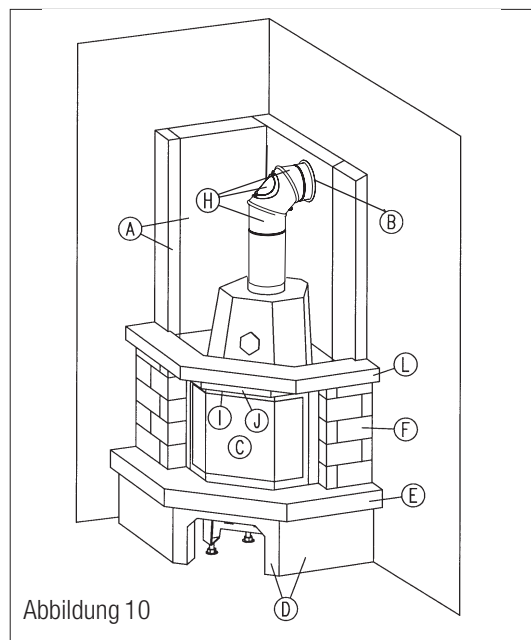

Abbildung 10
13.1 Sie können die Schürze entweder lotrecht oder mit einer leichten Schräge zur Zimmerdecke erstellen. Zeichnen Sie sich den gewünschten Schürzenlauf an der Anbauwand auf. Von diesem Aufriss messen Sie nun ca. 4 cm (Stärke der Schürze) nach innen zurück und ziehen eine zweite Linie parallel zur ersten. Bis dahin muss die Dämmung reichen. Die obere Begrenzung der Dämmung liegt etwa 5 cm über dem Rauchrohereintritt. Dies ist auch das Einbaumaß für die Zwischendecke. **(Abb. 10)**